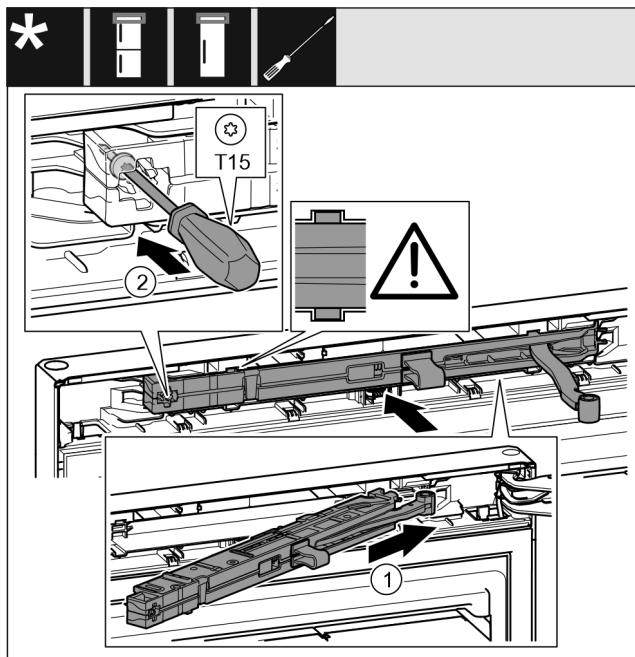

Fig. 23
- ▶ Tolja be ferdén, ütközésig a záráscsillapító egységet a mélyedésbe a csapágybak felőli oldalon. Fig. 23 (1)
- ▶ Húzza meg a csavart egy T15 csavarhúzóval. Fig. 23 (2)